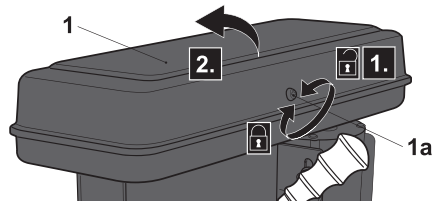

Fig. 16
- > Desenrosque el tornillo de fijación (1a) y abra la cubierta de los engranajes (1) (Fig. 16).